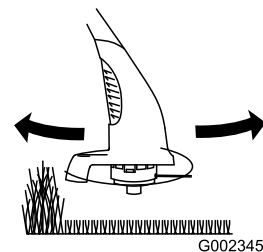

Figure 8
- Déplacez la débroussailleuse lentement à l'intérieur et à l'extérieur de la zone de travail (Figure 8).